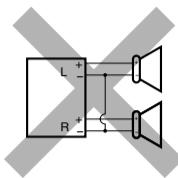
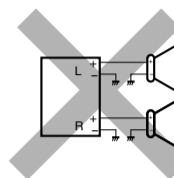
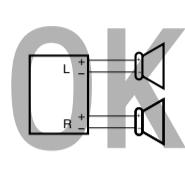

Fig. 1
Fig. 2
Fig. 3
- If the speaker wiring in your car is as illustrated in Fig. 1 and Fig. 2 below, DO NOT connect the unit using that original speaker wiring. If you do, the unit will be seriously damaged.
- Redo the speaker wiring so that you can connect the unit to the speakers as illustrated in Fig. 3.
- If the speaker wiring in your car is as illustrated in Fig. 3, you can connect the unit using the original speaker wiring in your car.
- Si el conexionado de altavoz de su automóvil es como se indica en las Fig. 1 y Fig. 2 de abajo, NO conecte la unidad utilizando ese conexionado de altavoz original. Si lo hace, se producirán daños graves en la unidad. Vuelva a efectuar el conexionado de altavoz de manera que pueda conectar la unidad a los altavoces de la manera indicada en la Fig. 3.
- Si el conexionado de altavoz de su automóvil es como se indica en la Fig. 3, podrá conectar la unidad utilizando el conexionado de altavoz original de su automóvil.
- Si le câblage des enceintes de votre voiture est comme montré sur la Fig. 1 ou Fig. 2 ci-dessous, NE CONNECTEZ PAS l'appareil en utilisant ce câblage original des enceintes. Si vous le faites, l'appareil sera sérieusement endommagé. Recommez le câblage des enceintes de façon que vous puissiez connecter l'appareil aux enceintes comme montré sur la Fig. 3.
- Si le câblage des enceintes de votre voiture est comme montré sur la Fig. 3, vous pouvez connecter l'appareil en utilisant ce câblage original d'enceintes pour votre voiture.